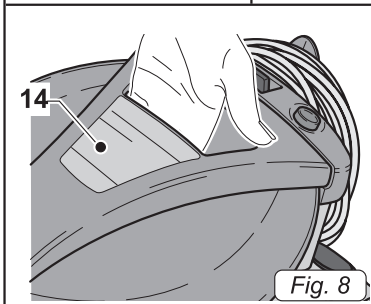

Fig. 8
- Para su elevación introducir los dedos de la mano en la empuñadura (14 Fig. 8) de la parte superior de la tapa.